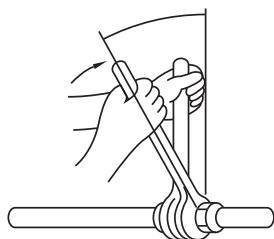

Fig. 5-9
- Applicare una piccola quantità di refrigerante alla superficie di posa della tubazione. (Fig. 5-9)